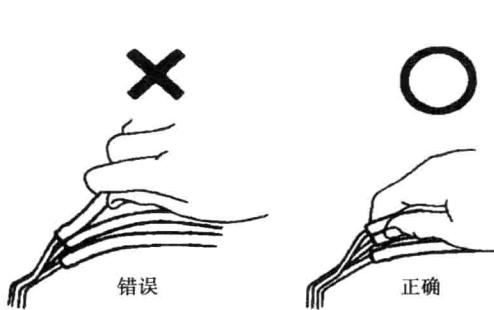

图 1.2.7
(1) 断开真空软管时，应握住软管端头（不是中部）进行拉动（见图 1.2.7）。